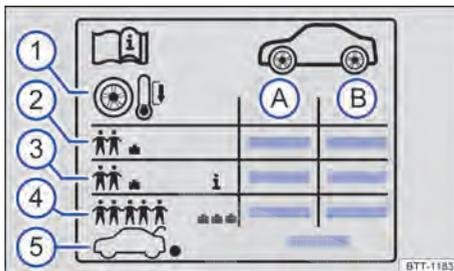

Fig. 205 Símbolos na etiqueta com as pressões dos pneus.
→ Fig. 205:
Dependendo do veículo, a etiqueta de pressão dos pneus pode ter uma pressão dos pneus de conforto → Fig. 205 ③. A pressão dos pneus de conforto possibilita aumentar o conforto da condução. Ao conduzir com a pressão dos pneus de conforto, pode aumentar o consumo de combustível.